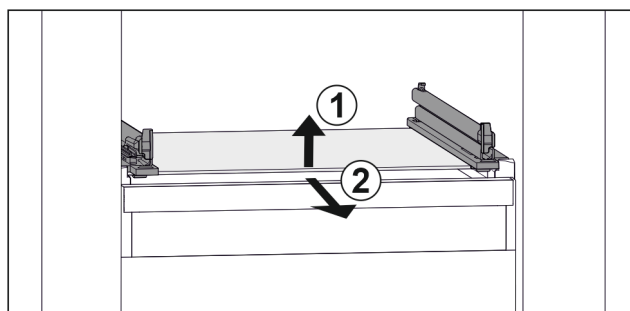

Fig. 24 Приблизне відображення скляної пластини
- ▶ Підняти скляну пластину спереду. Fig. 24 (1)
- ▶ Вийняти скляну пластину рухом вперед. Fig. 24 (2)